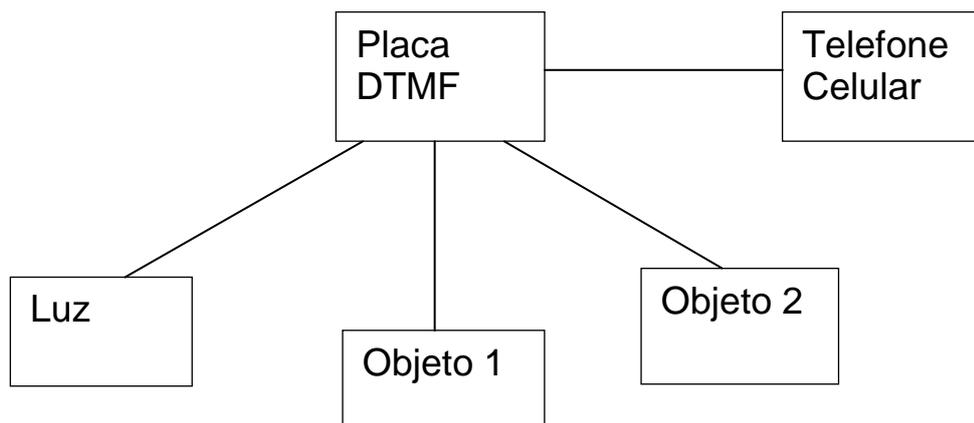

Figura 1-Diagrama em blocos
2.1 Diagrama em blocos de acordo com a figura 1